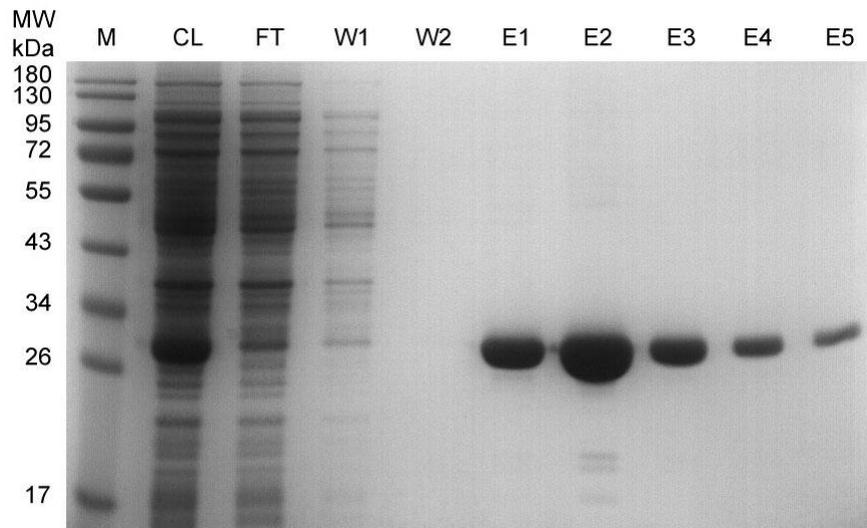

图1. GST标签蛋白纯化效果图。M: marker; CL: 细菌裂解液(cell lysate); FT: 上样流穿液(flow through); W1-W2: 洗涤液1-2 (wash 1-2); E1-E5: 洗脱液1-5 (elution 1-5)。注：实际的电泳结果会因样品、上样量等的不同而有所不同。
- j. 洗脱目的蛋白6-10次，每次用一个柱体积的洗脱缓冲液。将每次的洗脱液分别收集到不同的离心管中。收集获得的洗脱液即为纯化的GST标签蛋白样品。蛋白纯化效果可以参考图1。